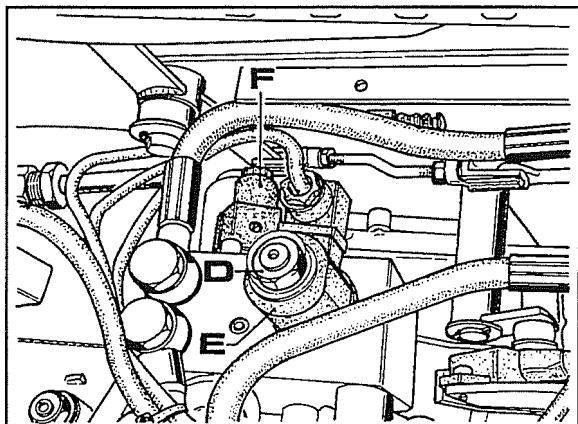
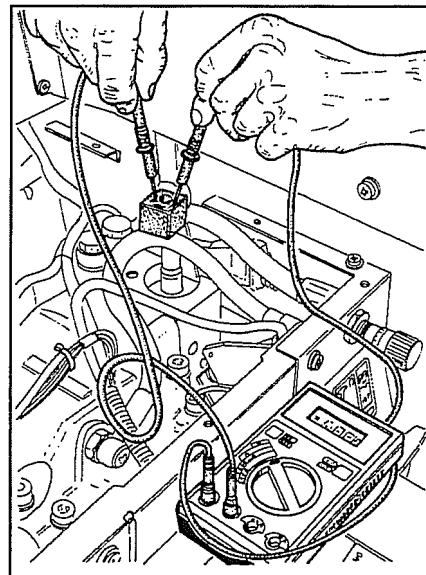
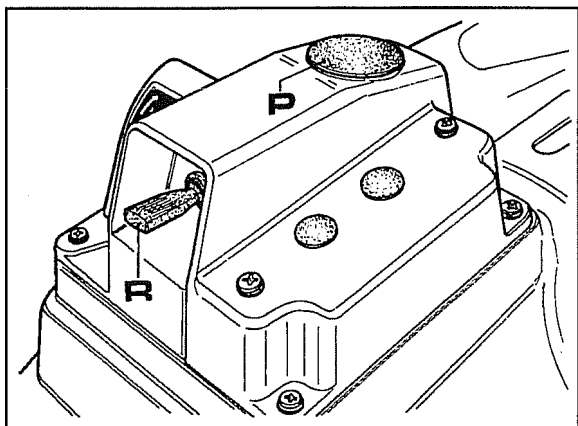

Fig. 4
Fig. 5
Fig. 6
1. Dopo aver sfilato il sedile, asportare la protezione dell'elettrovalvola e svitare il dado **D** fig.4, quindi sfilare la bobina **E** dal solenoide.
2. Per verificare se siamo in presenza di corrente, effettuare la misurazione del voltaggio sulla spina del cablaggio che arriva all'elettrovalvola (fig.5) ricordando che prima occorre predisporre la macchina con sollevatore tutto abbassato, dare corrente al quadro, premere il pulsante di sicurezza **P** fig.6 e azionare in alzata la levetta **R** fig.6 comando sollevatore.
Per effettuare la misurazione del voltaggio sulla spina del cablaggio che arriva all'elettrovalvola **F** fig.4, è sufficiente scollegare il cablaggio dall'elettrovalvola ricordando che prima occorre predisporre la macchina azionando verso il basso la levetta **R** fig.6 comando sollevatore, quindi premere sul pulsante di sicurezza
P fig.6.
1. Dopo aver asportato la protezione, svitare il dado **D** fig.4, quindi sfilare la bobina **E** dal solenoide.